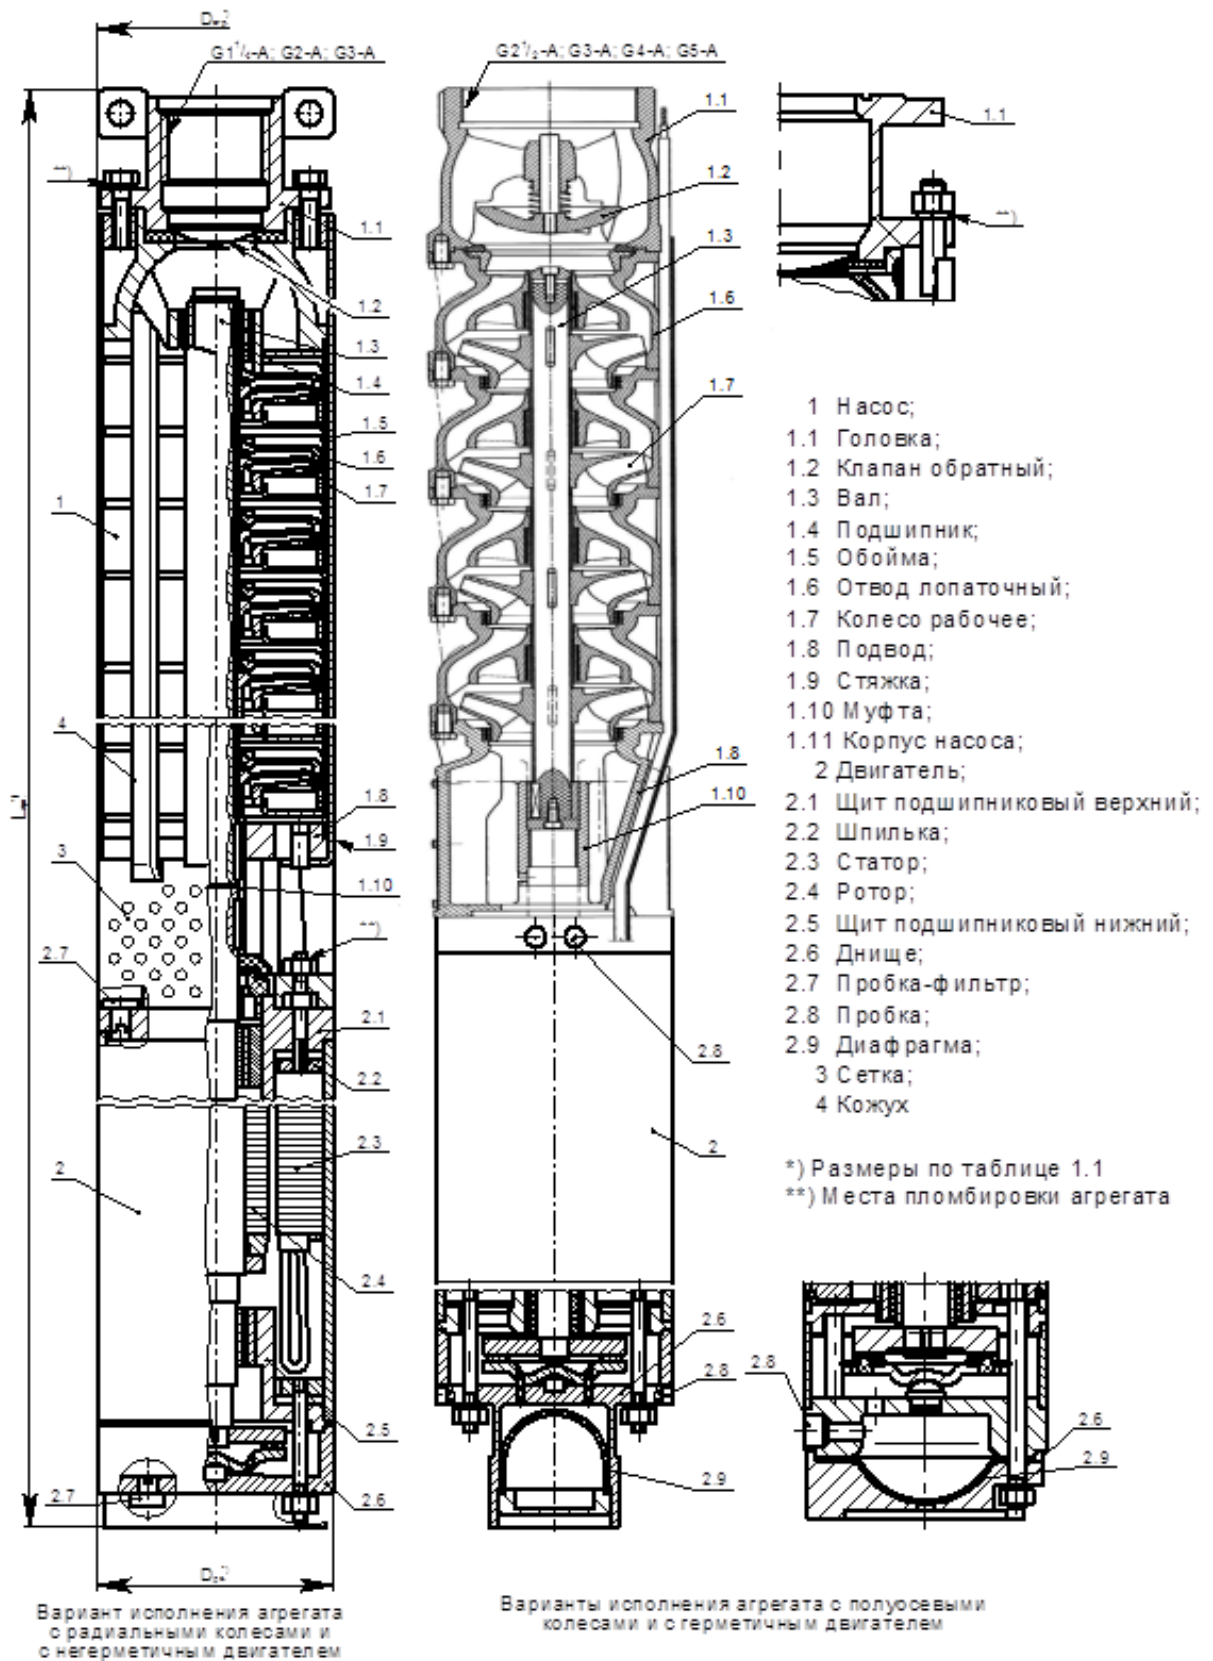

Рисунок 3.1
3.1.1 Насос 1 выполнен многоступенчатым. Каждая ступень состоит из колеса рабочего 1.7, отвода лопаточного 1.6, обоймы 1.5. Вал 1.3 с собранными на нем рабочими колесами 1.7 и другими деталями вращается в резинометаллическом подшипнике 1.4. Смазка подшипника осуществляется перекачиваемой водой. Головка 1.1 насоса имеет резьбу (приложение А) или фланец (приложение Б) для подсоединения агрегата к водоподъемной колонне 2 (рисунок 3.2). Для удержания столба воды в водоподъемной колонне при остановках насоса и обеспечения плавного запуска при повторных пусках агрегата служит клапан обратный 1.2 (рисунок 3.1). Подвод 1.8 насоса является приемной камерой для забора воды из скважины. Ступени насоса, головка 1.1 и подвод 1.8 соединены стяжками 1.9.
- погрузку, разгрузку и перемещение агрегата осуществлять за проушины головки 1.1 (рисунок 3.1) или за отверстия во фланце;
- установите агрегат под углом примерно 45° таким образом, чтобы пробки 2.8 (рисунок 3.1) в верхнем щите двигателя находились в наивысшей позиции;
Примечание - Негерметичный двигатель заполняется водой самостоятельно, после опускания в воду, через пробки-фильтры 2.7 (рисунок 3.1).